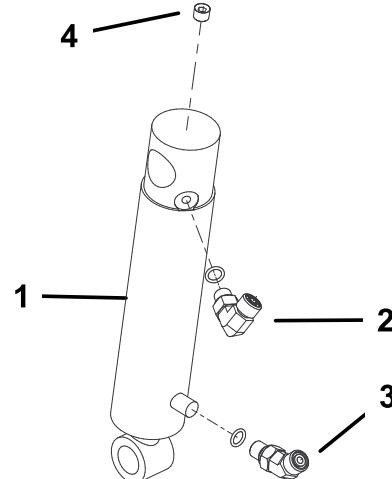

図 11
1. 油圧シリンダの上側ポートに90° フィッティングを取り付ける。フィッティングは図 11 のように組み付ける。注：全部のOリングをきちんと潤滑し、フィッティングの正しい位置にセットしてから取り付けてください。
2. 油圧シリンダの下側ポートに45° フィッティングを取り付ける。フィッティングは図 11 のように組み付ける。